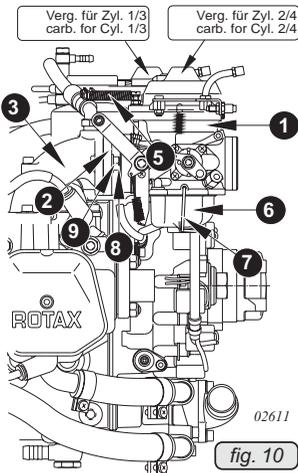

fig. 10
13.1.1) Extracción de los carburadores y soportes de carburadores ver fig. 10 y 11.